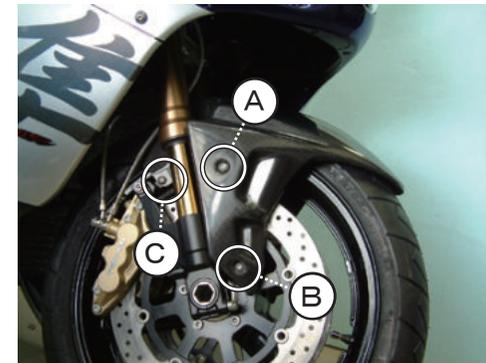

図3
2. 穴の位置を合わせ、A、B、C（左右共）それぞれを純正のボルトで仮止めして下さい。（図3参照）